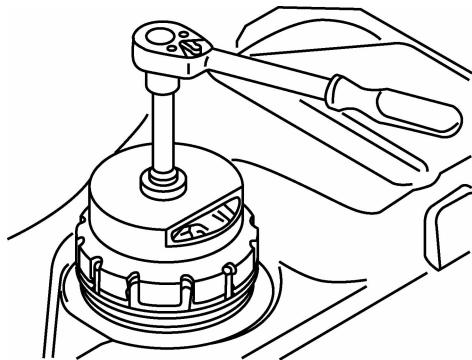
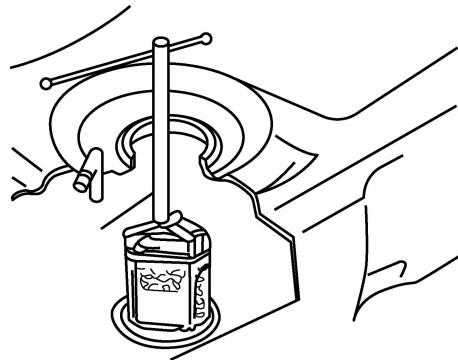

图 2-31 用专用工具旋下大螺母
图 2-32 拆卸汽油泵
(1) 在点火开关切断的情况下, 拔下蓄电池搭铁线。`
(2) 拆下位于行李厢内地毯下的汽油箱密封凸缘的盖板。
(3) 从密封凸缘上拔下进油管、回油管和通气管, 再拔下 3 个端子的导线接头。
(4) 用专用工具旋下大螺母, 如图 2-31 所示。
(5) 从汽油箱开口处拉出密封凸缘和橡胶密封件。
(7)将专用工具插入到汽油箱内汽油泵壳体的三个拆装缺口内,旋松汽油泵,如图 2-32 所示。
(7)用专用工具拧紧大螺母(见图 2-31)。